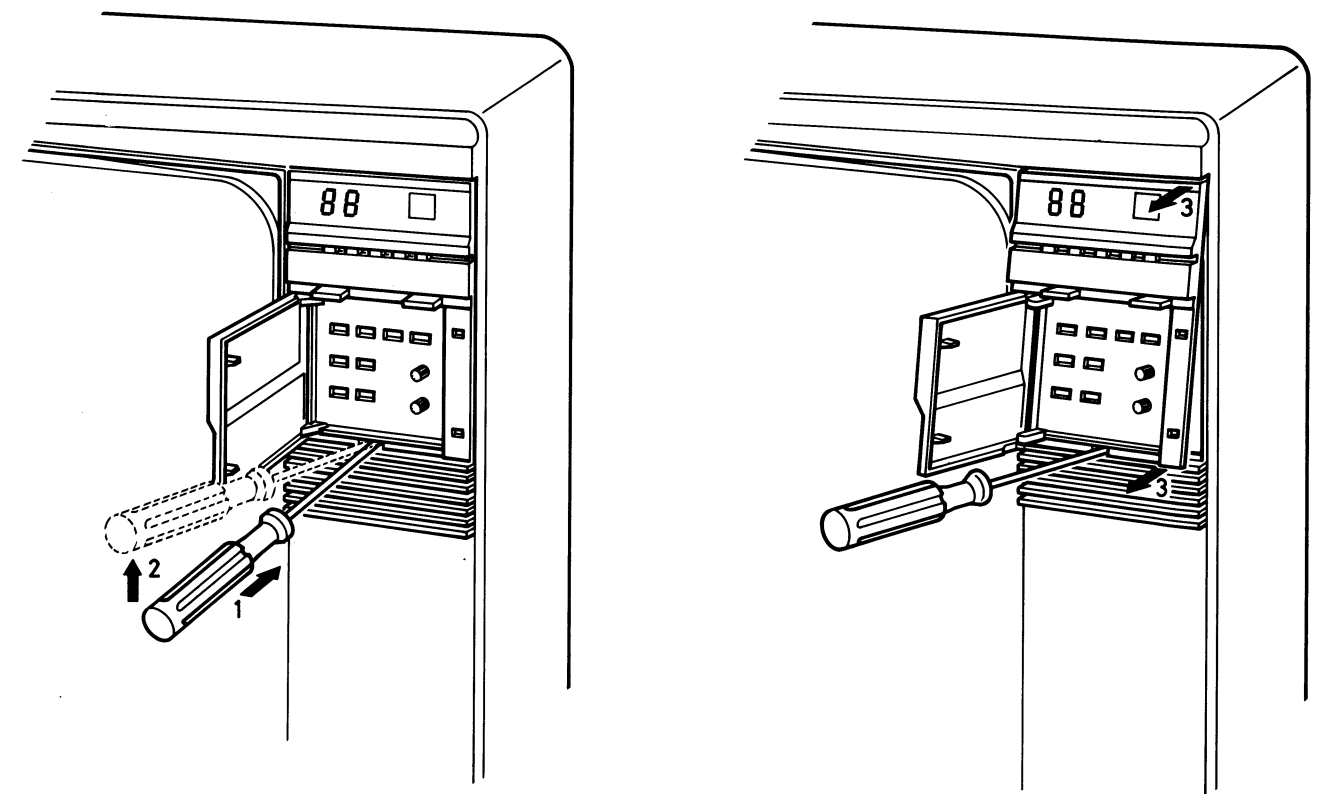

Fig. II-10
8. Bei mehreren Geräten lässt sich der obere Teil der Bedienungsplatte gemäss Bild II-10 herausnehmen. Bei anderen Ausführungen wird Entriegelung über die Rückseite notwendig sein oder soll erst das Lautsprechergitter abgenommen werden. Die Gehäuse-Zeichnung im Geräteblatt wird dies klar zeigen.